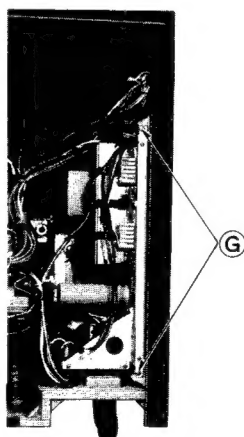

Fig. 2-7 Abb. 2-7
1. Remove 2 screws **(G)** in fig. 2-7.
1. Die zwei Schrauben **(G)** in Abb. 2-7 entfernen.